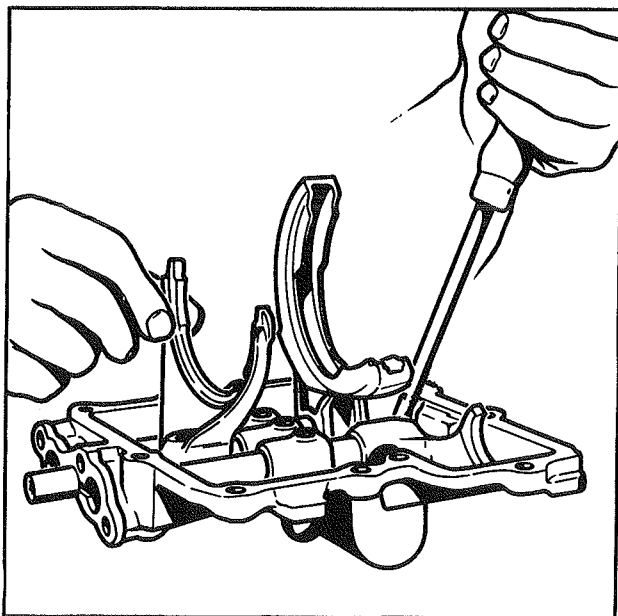

Fig. 1
- Chasser l'axe de 3^e-4^e rapports, celui-ci étant dans sa position d'origine, récupérer la bille de verrouillage point mort (fig. 1).